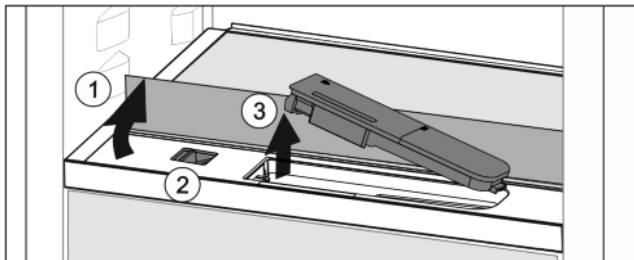

Fig. 38
- ▶ Nadvihnite sklenú dosku a až na doraz ju sklopte dozadu Fig. 38 (1).
- ▶ Potlačte posúvač Fig. 38 (2) doľava.
- ▶ Vyberte nádržku na vodu Fig. 38 (3).